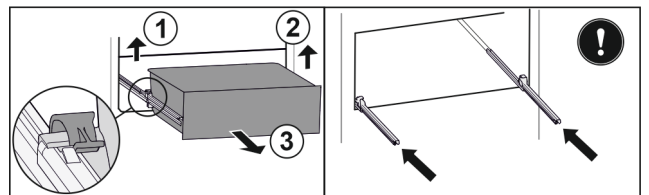

Fig. 75
- Nadvihnite ľavú svorku a súčasne ťahajte zásuvku vľavo dopredu. Fig. 75 (1)
- Nadvihnite pravú svorku a súčasne ťahajte zásuvku vpravo dopredu. Fig. 75 (2)
- Odoberte zásuvku dopredu. Fig. 75 (3)